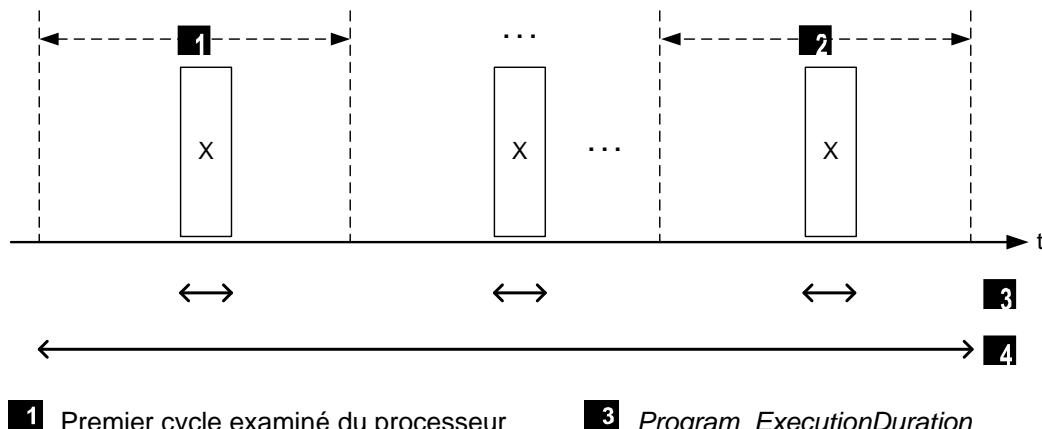

Figure 13 : *Program\_CycleDuration et Program\_ExecutionDuration*
*Program\_CycleDuration* est la durée de tous les cycles du processeur pour un cycle du programme utilisateur, correspond dans la Figure 13 à la grande double flèche 4.
*Program\_ExecutionDuration* est la part du programme utilisateur X dans le temps de traitement de tous les cycles examinés du processeur. *Program\_ExecutionDuration* correspond, dans la Figure 13, à la somme de toutes les petites doubles flèches 3.